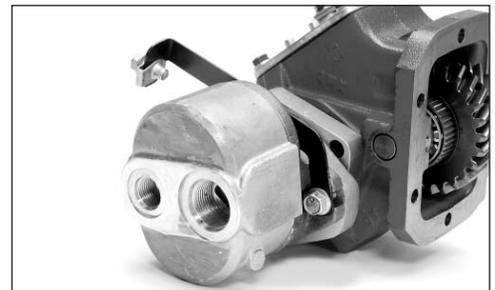

Fig. 9
12. Installare la pompa con la “concavità in alto”\* (con il lato della porta di aspirazione più vicino alla trasmissione - **fig. 9**). Serrare i bulloni della pompa a una coppia di 45 - 50 N.m [32 - 37 lb-ft].